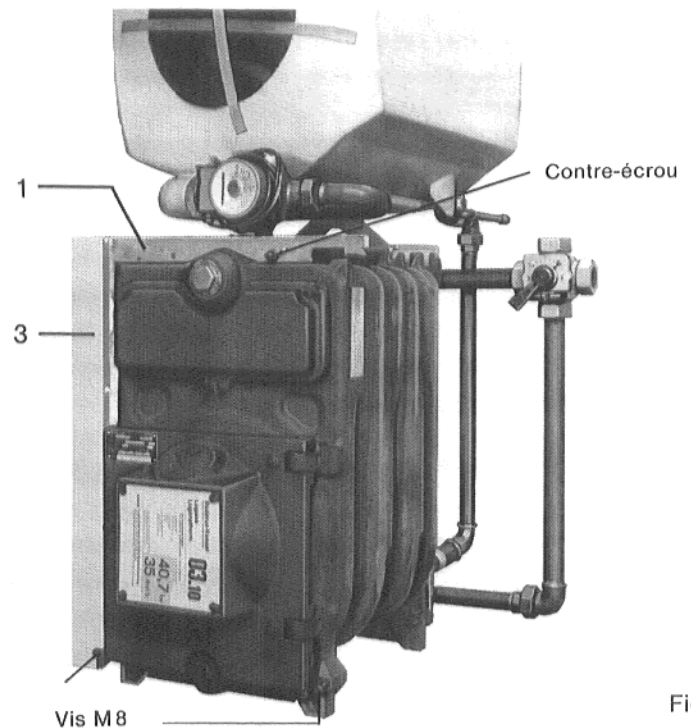

Fig. 12
Avant le montage, enlever les vis M8 de l'élément avant pour la réception des panneaux latéraux de la chaudière (voir également Fig. 12).
Introduire le **panneau latéral gauche** (3) de la chaudière à l'arrière, dans les couvre-joints du panneau arrière de la chaudière; en-bas à l'avant sur des vis à six pans M8x40, et ne visser que latéralement avec la traverse et le panneau arrière chaudière (voir Fig. 12).